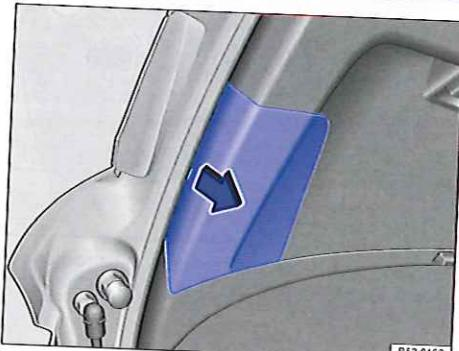

Fig. 258 Retirez le volet intégré au hayon.
3. Retirez avec précaution, dans le sens de la flèche, le cache en faisant levier à l'aide de la lame plate du tournevis compris dans l'outillage de bord → fig. 258.